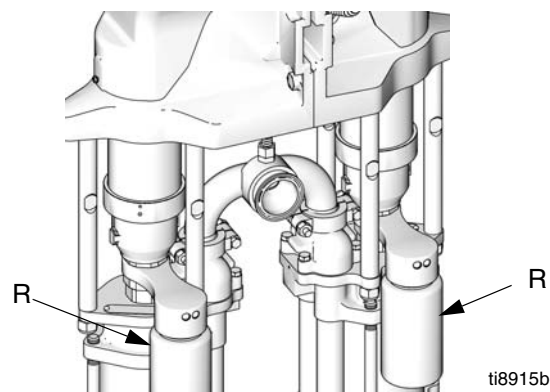

FIG. 6. Llenado de los depósitos de TSL
El líquido para sellado de cuello (TSL), Nro. de pieza 206995, transporta residuos de la varilla de la bomba al depósito. Llene los depósitos de TSL (R) con líquido para sellado de cuello Graco (TSL) 206994. Vea la FIG. 6. Vea **Cambio del TSL** en la página 15 para las instrucciones de llenado.